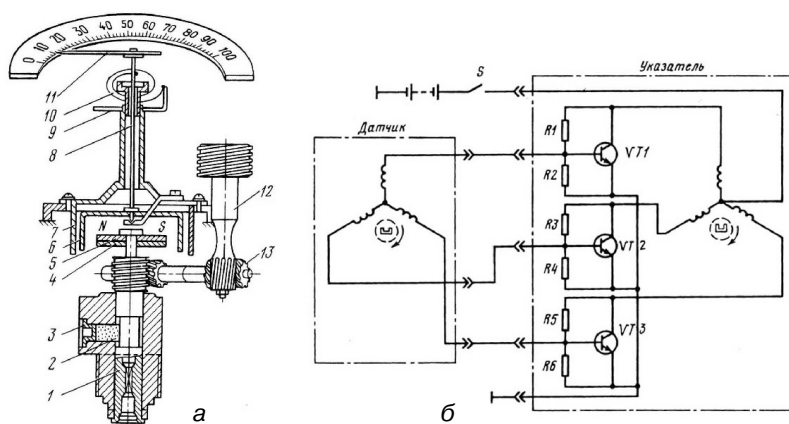

Рис. 4. Спидометр:
15. РАБОТА СПИДОМЕТРА С МЕХАНИЧЕСКИМ ПРИВОДОМ (РИС. 4, а)
16. РАБОТА СПИДОМЕТРА С ЭЛЕКТРИЧЕСКИМ ПРИВОДОМ (РИС. 4, б)
17. ДАТЧИК СПИДОМЕТРА НА РИС. 4, б ПРИВОДИТСЯ ОТ
18. ШАЙБА 4 НА РИС. 4, а
19. РЕЗИСТОРЫ $R_1 - R_6$ НА РИС. 4, б